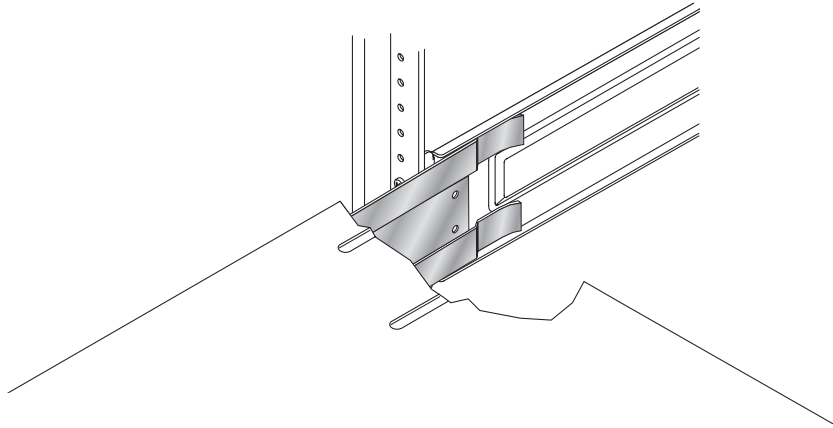

图 8 将阵列后支架插入机架导轨
1. 抬起阵列，将阵列后支架的开叉端与机架导轨对齐（图 8）。